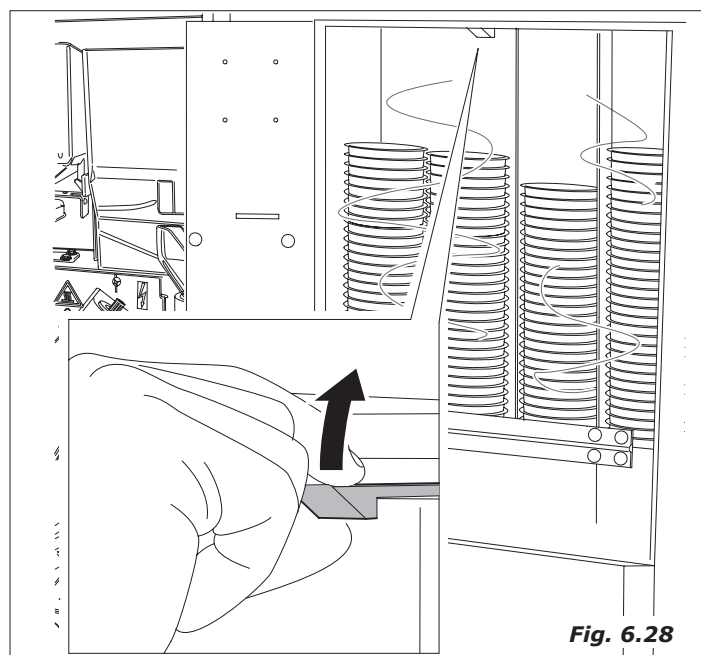

Fig. 6.28
- Abrir a portinha transparente como indicado na figura (Fig. 6.28)